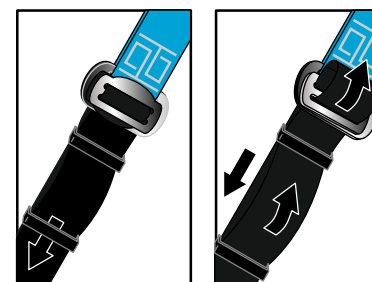

рис. 9
- отрегулируйте длину и натяжение лямок (рис. 9, 10).